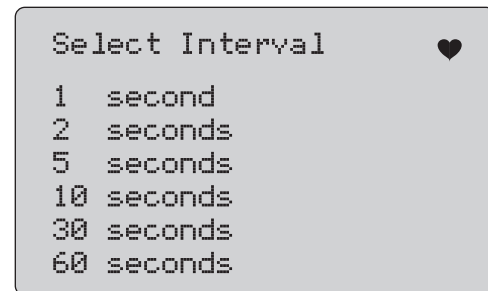

Abbildung 49. Bildschirm Protokollierungsintervall
4. Das Protokollierungsintervall auswählen. Siehe Abbildung 49.